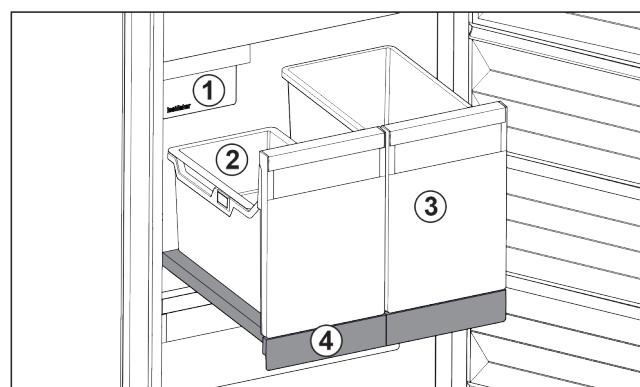

Fig. 122 Vyťahovacia polička s IceTower
Na vyťahovacej poličke sú dve vysoké nádoby (IceTower). V nádobe Fig. 122 (2) sa hromadia a skladujú kocky ľadu z IceMaker. Nádoba Fig. 122 (3) sa hodí na skladovanie vysokých potravín, ako sú pizze alebo alkoholické nápoje.